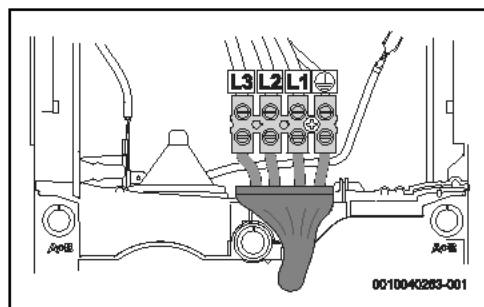

Bild 42 Anschluss unten für kurze Kabel
- Anschluss unten für kurze Kabel (Abb. 42)